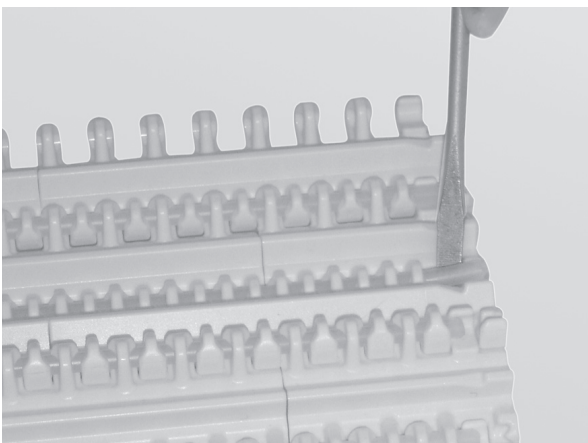

Abbildung 35
2. Heben Sie mit einem flachen Schraubenzieher das Ende des Fördergurtverbindungsstabs über die Haltelippe (Abbildung 35).